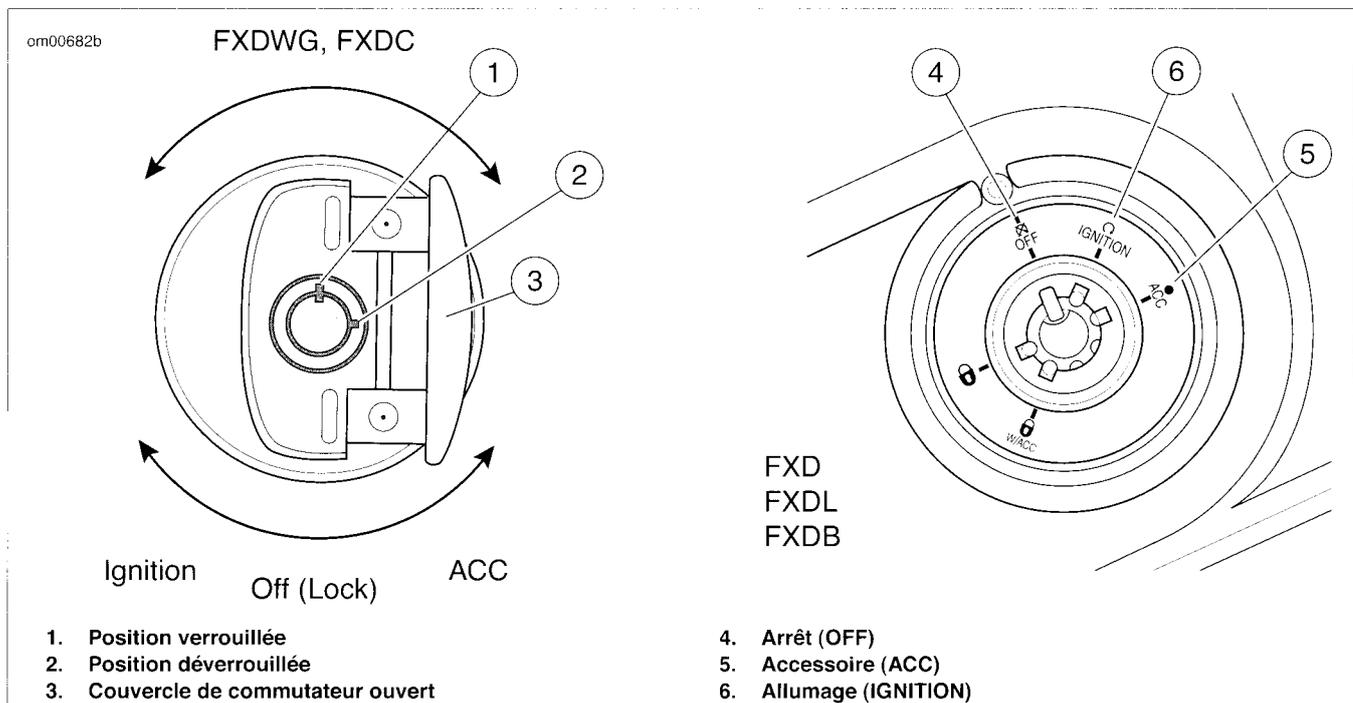

Figure 3. Interrupteur à clé d'allumage/phare : modèles Dyna
Voir la Figure 3. L'interrupteur à clé d'allumage/éclairage commande les fonctions électriques de la moto.
**FXD, FXDL et FXDB :** Voir la Figure 3. Le verrou de fourche est intégré dans l'interrupteur à clé d'allumage/phare sur le côté droit de la colonne de direction. Consulter la section COMMANDES ET INDICATEURS, Interrupteur à clé d'allumage/phare : modèles Dyna.
2. Voir la Figure 3. Mettre l'interrupteur à clé d'allumage/phare en position MARCHE et appuyer sur le commutateur du DÉMARREUR pour mettre en route le moteur du démarreur.
2. Voir la Figure 3. Tourner la clé de contact vers la position arrêt (OFF) pour amener l'allumage complètement à la position arrêt (OFF).